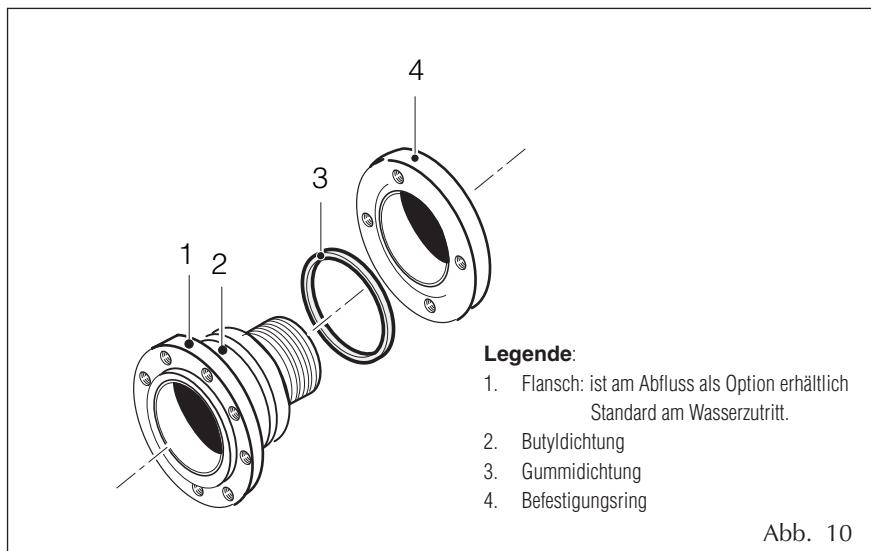

Abb. 10
Für die korrekte Installation sind die unten angeführten Anleitungen zu befolgen; dabei ist zu beachten, dass die Turmwand fix zwischen Butyl- (2) und Gummidichtung (3) befestigt bleibt (Abb. 10).